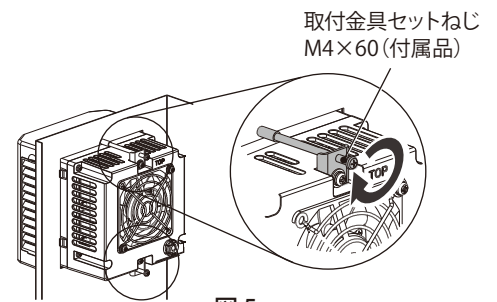

図 5
3. 取付金具セットねじ M4×60 を締め付けてください。(図 5)